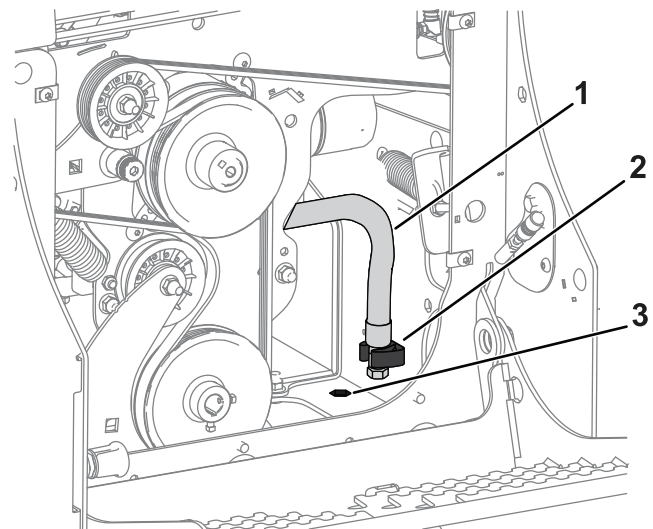

Bild 30
- Suchen Sie den Motorölschlauch, der in der Aufbewahrungsposition festgeklemmt ist (Bild 30).